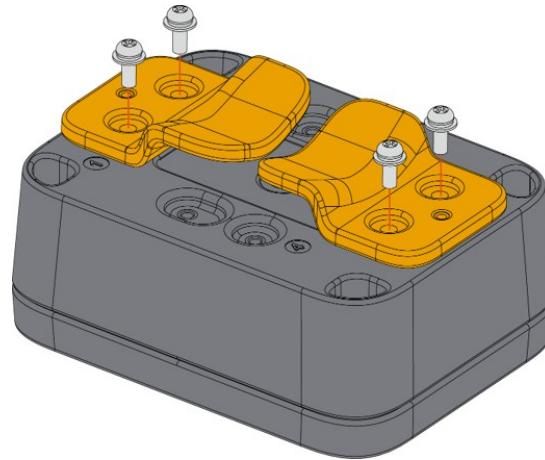

Abbildung 14: Befestigung der Mastbefestigung am Gehäuse
2. Befestigen Sie die mit dem Buchstaben **A** gekennzeichneten Mastbefestigungen mit vier (4) M3*8-mm-Kopfschrauben mit Unterlegscheibe am WisBlock Unify-Gehäuse. Platzieren Sie sie an den festen Positionen Nr. **1 und 3** des Gehäuses, wie in **Abbildung 14** dargestellt.